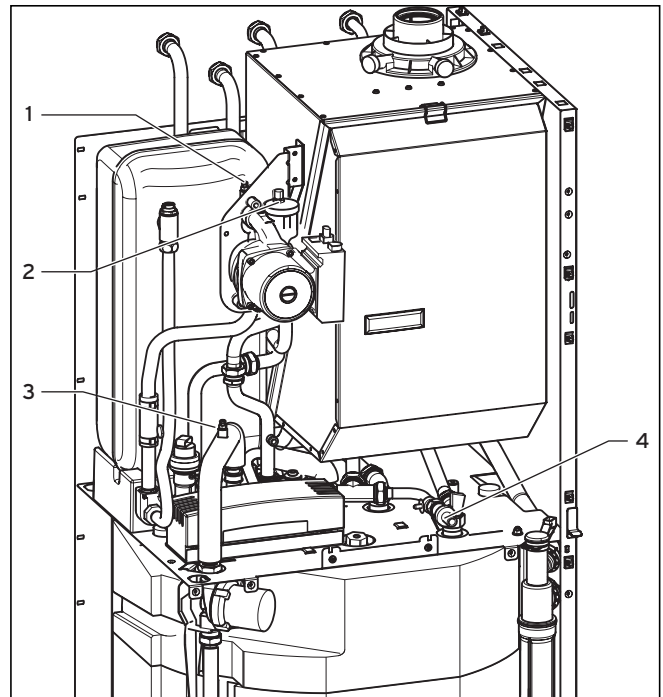

Abb. 6.1 Kesselfüll- und Entleerungseinrichtung
- Entlüften Sie das Gerät warmwasserseitig über den Entlüftungsnippel (3) am Rohr zwischen Pumpe und Sekundär-Wärmetauscher, siehe Abbildung 6.1.